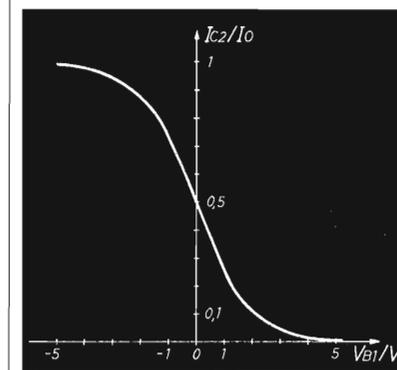

figura A.2
La (2) è rappresentata graficamente in figura A.2) che mostra chiaramente che, per una variazione lineare della tensione di ingresso VB1 da -5VT a +5VT circa, la corrente Ic2 varia da I0 a zero con andamento non lineare di tipo esponenziale.